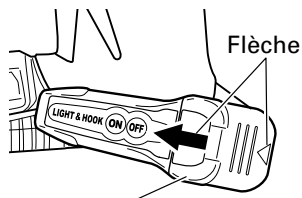

Fig. 11
Retirer le cache du crochet en appuyant dessus dans le sens de la flèche. (Fig. 11)
- (3) Aligner la découpe du corps principal du crochet sur la saillie du cache du crochet, appuyer sur le cache du crochet dans le sens contraire à celui de la flèche de la Fig 11, puis resserrer la vis. Utiliser des piles AAAA (1.5 V) en vente dans le commerce.